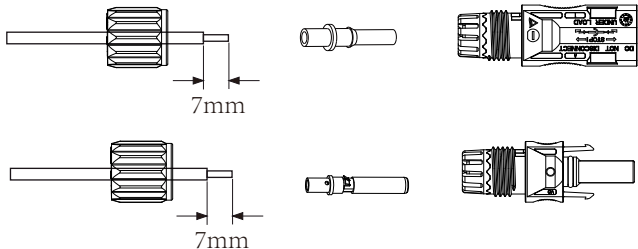

Abb. 3.3 Demontieren Sie die Überwurfmutter des Steckers
a) Isolieren Sie das Batteriekabel 7 mm ab, lösen Sie die Überwurfmutter des Steckers und fädeln Sie ein Batteriekabel durch die Überwurfmutter des Steckers (siehe Abbildung 3.3). Wiederholen Sie den Vorgang mit dem anderen Kabel und achten Sie dabei besonders auf die Polarität des Steckers.